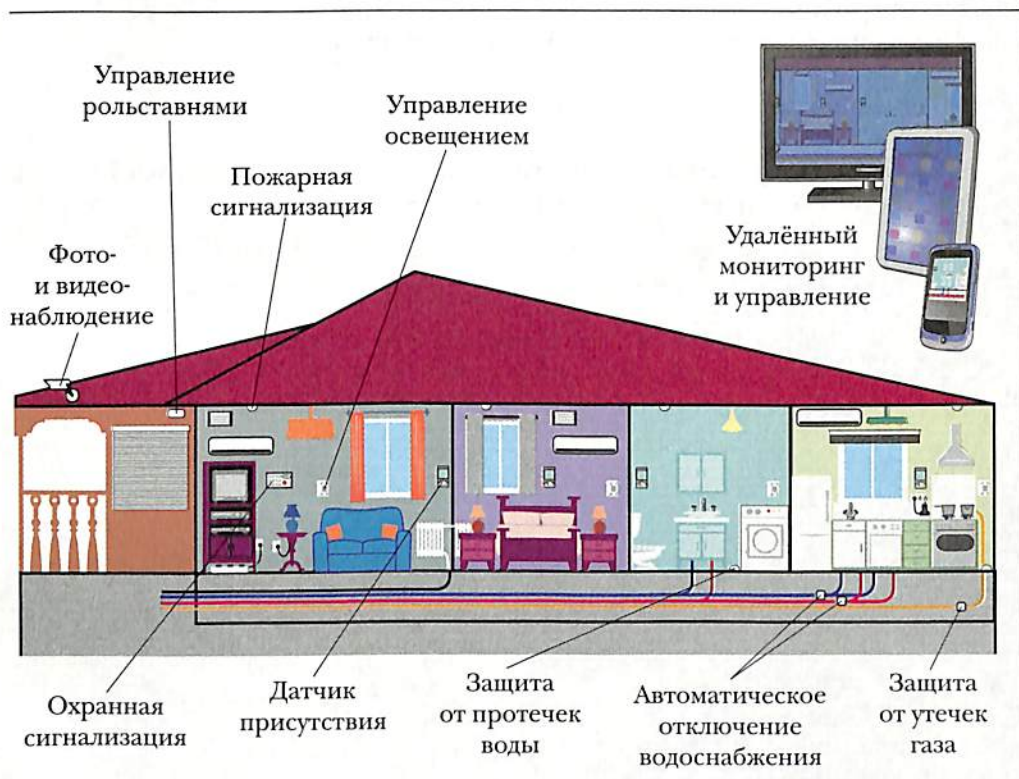

Рис. 12. Элементы системы «Умный дом»
- возможность централизованного управления «Умным домом» через компьютер, Интернет, посредством пульта, мобильного телефона (рис. 12).